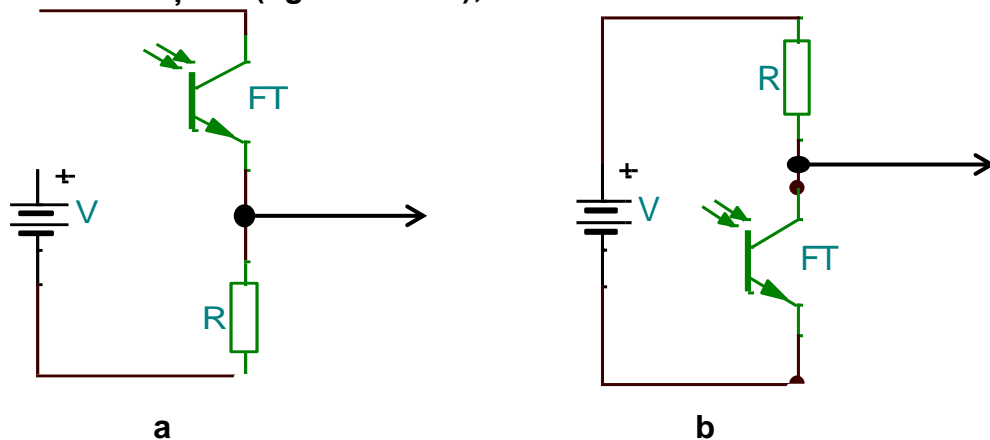

Figura 8.19 Conectarea unui fototranzistor în circuit
- Fototranzistorul poate fi activat la prezența luminii situație în care rezistorul se conectează în emitor și semnalul de comandă se culege dintre emitor și "masa" montajului (figura 8.19. a);
- Fototranzistorul poate fi activat la prezența întunericului situație în care rezistorul se conectează în colector și semnalul de comandă se culege dintre colector și +V (figura 8.19. b);